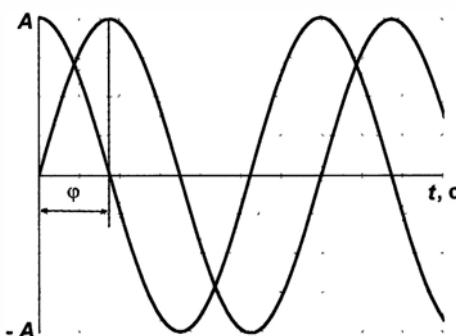
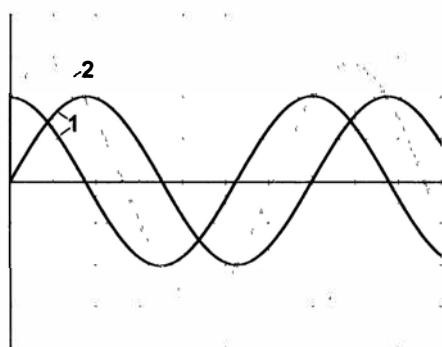

Рис. 4.3. График синусоидальных колебаний, сдвинутых по фазе на четверть периода
Рис. 4.4. Суммирование колебаний, сдвинутых по фазе на четверть периода:
А что будет, если график немножко поддвигать вдоль оси абсцисс? Как видно из рис. 4.3, это равносильно признанию того факта, что в нулевой момент времени наше колебание не равно нулю. На рис. 4.3 второе колебание начинается с максимального значения амплитуды, а не с нуля. При этом сдвигаются моменты времени, соответствующие целому и половине периода, а в уравнении (1) появляется еще одна величина, обозначаемая буквой ϕ (фи) и измеряемая в единицах угла — радианах:
ний, представленных на рис. 4.3, сдвиг фаз равен 90° ($\pi/2$ радиан). Именно для наблюдения таких колебаний совместно и предназначен многоканальный или многолучевой осциллограф — в обычном фаза колебания определяется только настройками синхронизации.
Обратите внимание, что в общем случае амплитуды и частоты колебаний различны (на рис. 4.3 они одинаковы!).
Для иллюстрации продемонстрируем (рис. 4.4), что получится, если сложить два колебания, которые были представлены на рис. 4.3. Я не буду приводить картинки для иных случаев, т. к. интересных комбинаций может быть довольно много, но очень рекомендую потратить время на эти упражнения, потому что результаты могут быть весьма неожиданными и вовсе неочевидными. Скажем, при сложении двух синусоидальных колебаний с одинаковой частотой и амплитудой, но со сдвигом фаз в 180° (когда колебания находятся в противофазе), результирующая сумма будет равна нулю на всем протяжении оси времени! А если амплитуды таких колебаний не равны друг другу, то в результате получится такое же колебание, амплитуда которого в каждой точке равна разности амплитуд исходных. Запомним этот факт — он нам пригодится, когда мы будем рассматривать усилители звуковой частоты с обратной связью (см. главу 8).